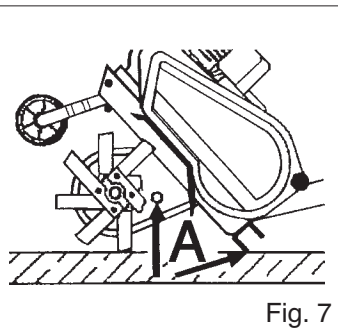

Fig. 7
- a) Afrouxar a rôlha a parafuso (fig. 7).